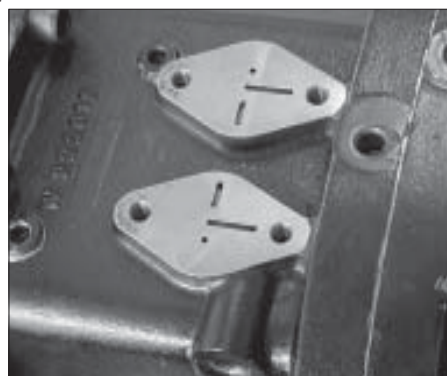

fig.3
- j) pulire accuratamente le superfici di contatto e rimuovere completamente la carta gommata (fig.3)
- j) clean accurately the surface then remove completely the adhesive tape (fig.3)